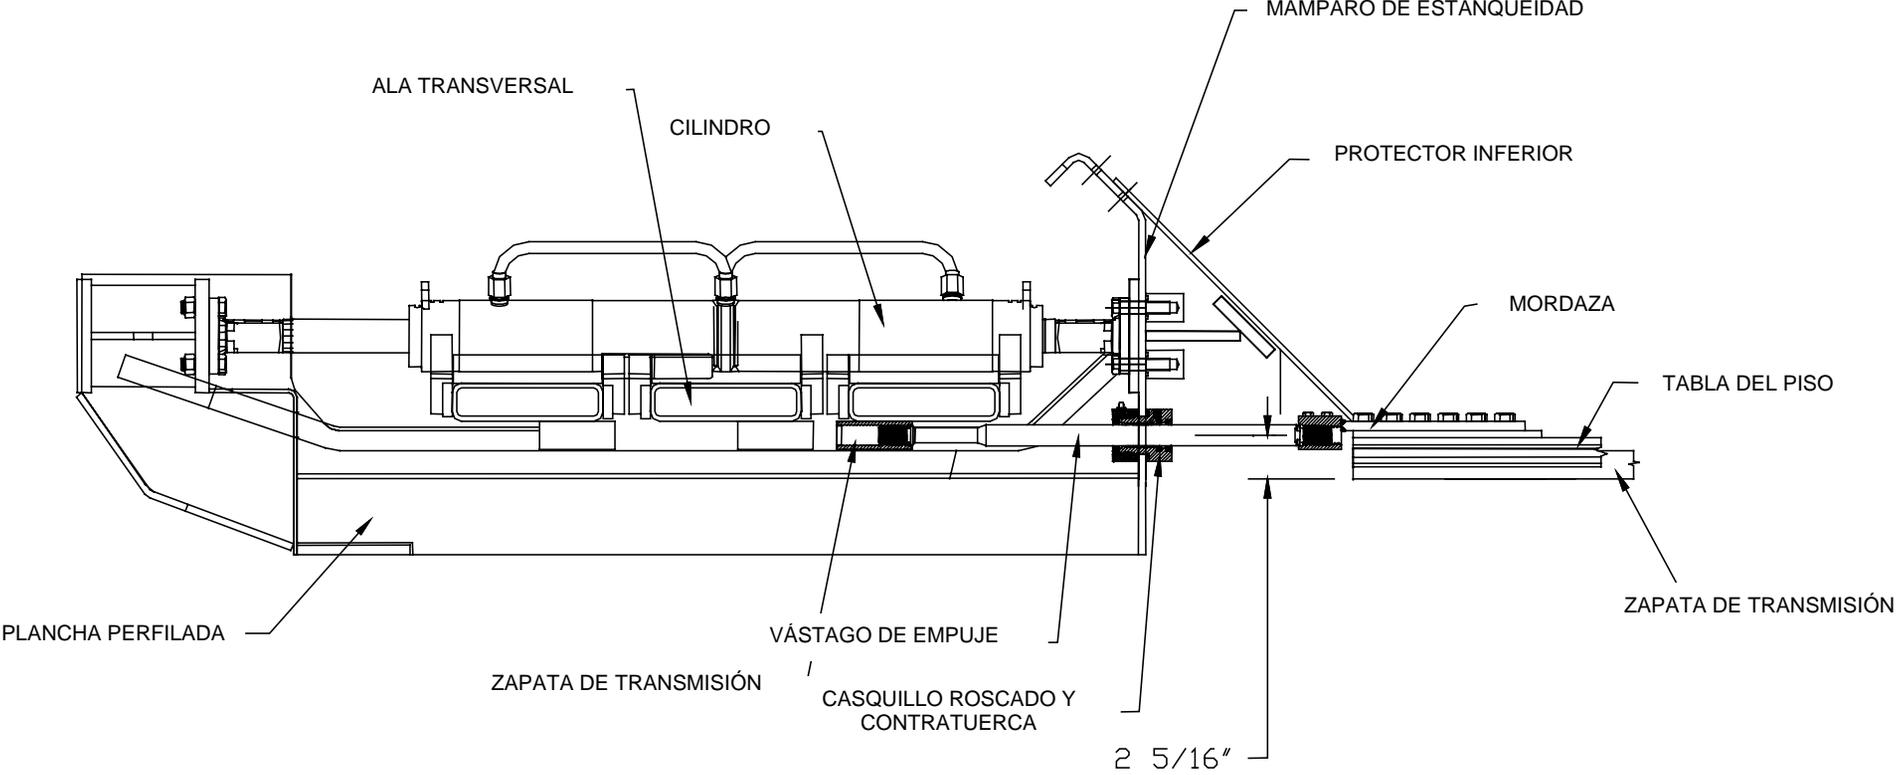

Figura 1
3.1.1 Equipo hidráulico LP III (Ver Figura 1)